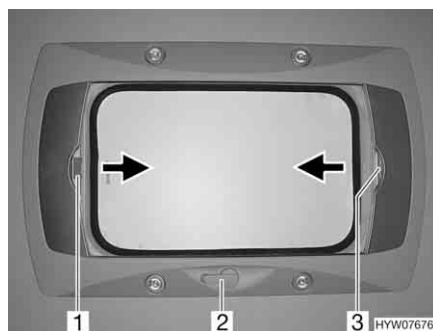

Fig. 68 Oblò a manovella
- Apertura:* ■ Ruotare la manovella (Fig. 68,2) fino a quando non si incontra resistenza (angolo di apertura max. 70°).
- Chiusura:* ■ Tirare la tendina oscurante pieghevole per la maniglia (Fig. 68,3) nella direzione della freccia fino alla posizione desiderata e rilasciare. La tendina oscurante pieghevole rimane in questa posizione.
- Chiusura:* ■ Tirare la zanzariera a rullo per la maniglia (Fig. 68,1) nella direzione della freccia verso la maniglia contrapposta della tendina oscurante pieghevole (Fig. 68,3) e farla innestare.
- Tirare la maniglia della zanzariera a rullo (Fig. 68,1) dietro, verso l'alto, e sganciare la zanzariera a rullo dalla tendina oscurante pieghevole (Fig. 68,3).